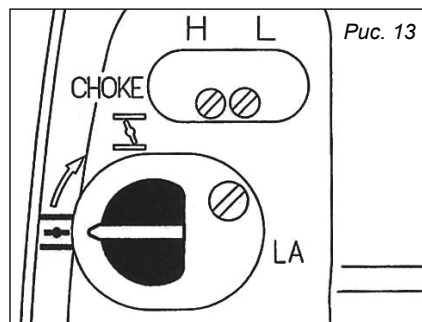

Рис. 13
2. Переведите рычаг воздушной заслонки в положение закрыто (рис. 13).